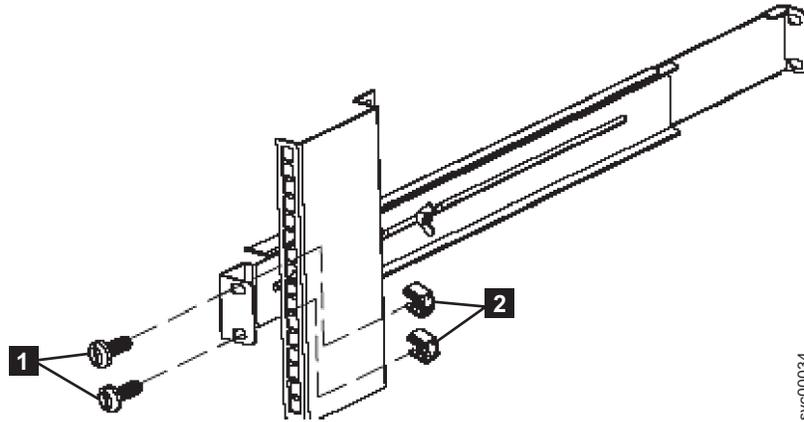

図 10. 2145 UPS-1U への背面レールの固定
6. 2 つの M6 × 10 ねじ (20 ページの図 10 の **1**) と 2 つのクリップ・ナット **2** を使用して、レールをラック背面に取り付けます。お客様のラックは、ここに示されているものとは異なる場合があります。その時には、異なるクリップ・ナットまたは締め金具が必要です。